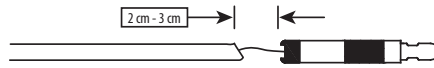

Figure 7
- Séparer délicatement les extrémités proximale et distale du dispositif d'insertion ouvert. Ensuite, sous radioscopie, tirer la partie proximale du dispositif d'insertion d'implant de 2 à 3 cm environ pour confirmer le détachement de l'implant conformément au mode d'emploi (Figure 7).